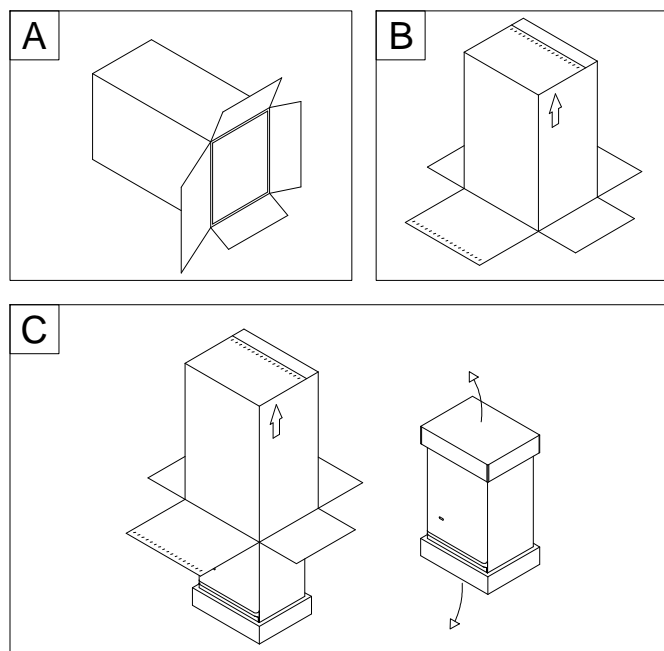

Fig. 2
- A. Colocar la caldera embalada en el piso (fig. 2) cuidando que la flecha que indica el sentido, esté dirigida hacia abajo, quitar las grampas y abrir las cuatro solapas de la caja hacia el exterior